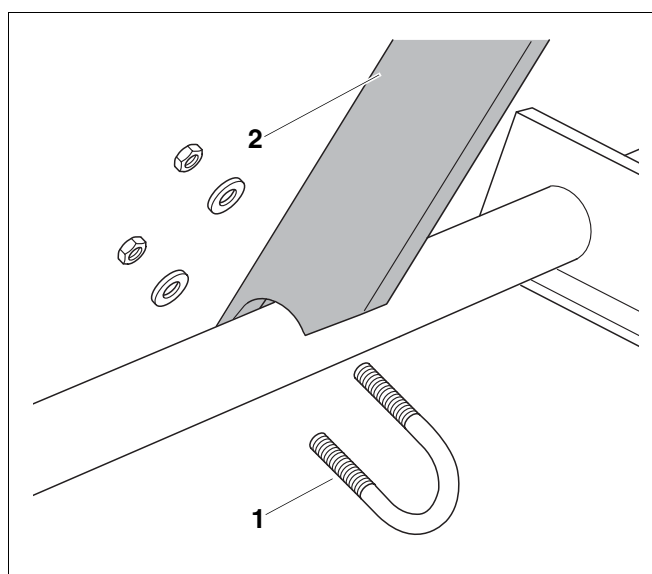

Fig. 7 Aparafusar o apoio do colector
- Coloque o suporte sobre o tubo cilíndrico (fig. 7).
- Fixe o suporte (fig. 7, **item 2**) na frente e atrás com os pinos em U fornecidos (fig. 7, **item 1**).